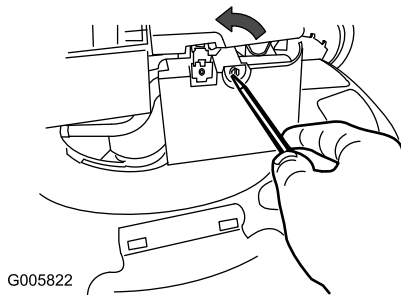

Figura 16
1. Aprite il coperchio del filtro dell'aria con un cacciavite (Figura 16).